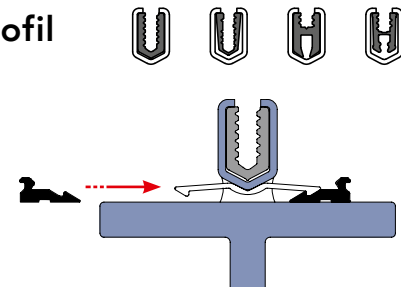

Abb. 1: Perfekter konstruktiver Korrosionsschutz
- Perfekter konstruktiver Korrosionsschutz durch Abstand zwischen Stahl-Tragprofil und System-Grundprofil, dadurch keine flächig aufeinanderliegenden Bauteile (s. Abb. 1)